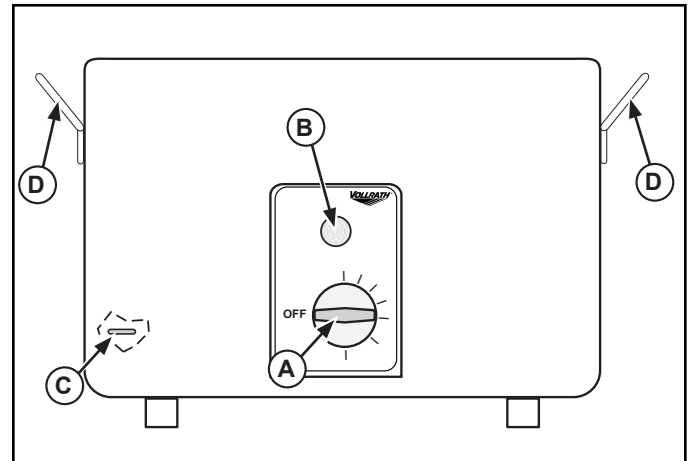

Figura 1. Características y controles.
1. Llene el receptáculo hasta la marca de nivel correcto (C) con agua limpia y fresca. El nivel correcto es de aproximadamente 5 tazas de agua. No lo llene excesivamente. Consulte la Figura 1.